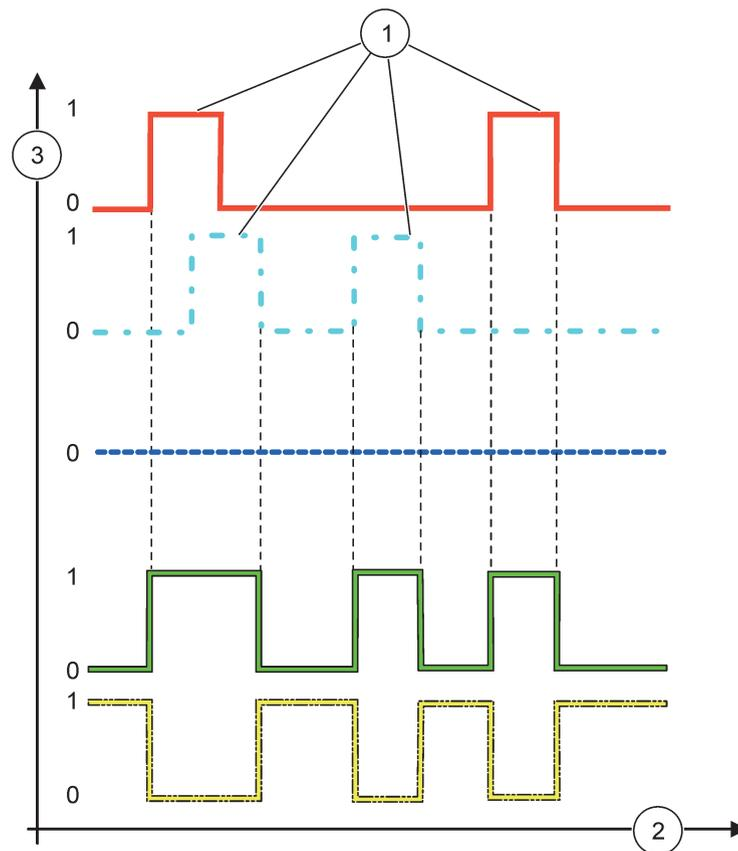

Figura 60 Comportamento do relé - Modo de aviso (com Lista de Erro e Lista de avisos habilitadas)
A Figura 60 mostra o comportamento do relé no modo de Aviso sob diferentes condições.
**Tabela 33 Código de cor/linha para Figura 60**